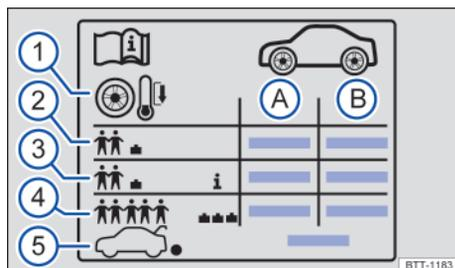

Fig. 228 Etiqueta con las presiones de los neumáticos
Indicaciones en la etiqueta de presión de los neumáticos → fig. 228:
- Adecuar la presión de los neumáticos según la carga del vehículo → fig. 228 ③.